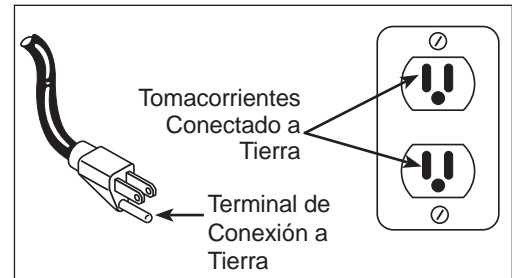

Figura 2
1. Este producto está diseñado para circuitos nominales de 120 voltios y tiene un enchufe para conexión a tierra similar al de la Figura 2. Cerciórese de conectarlo a un tomacorrientes cuya configuración sea similar a la del enchufe. Este producto se debe conectar a tierra. En caso de que ocurra un cortocircuito, ésto evitaría el riesgo de choque eléctrico al ofrecerle un cable de desvío a la corriente eléctrica. Este producto tiene un cordón con un alambre y terminal de conexión a tierra. El cordón debe conectarse a un tomacorriente que esté instalado adecuadamente y conectado a tierra según los códigos y ordenanzas locales.